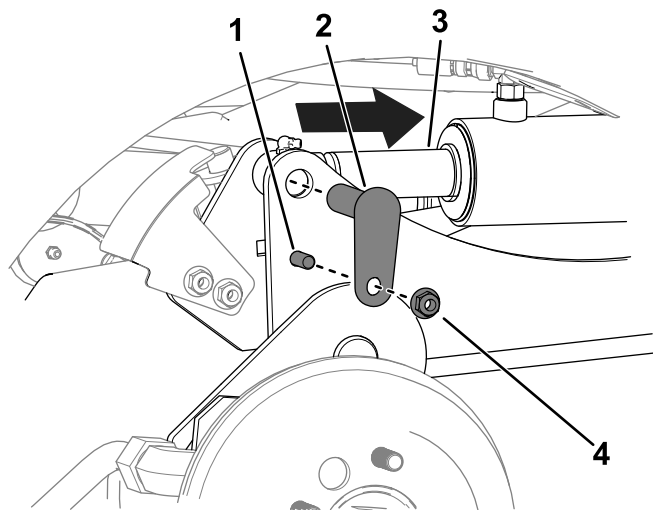

图 11
- C. 使用冲头将油缸杆孔与提升臂孔对齐 图 11。
- D. 用 2 个螺栓 $\frac{3}{8}$ x $1\frac{1}{4}$ 英寸、2 个螺母 $\frac{3}{8}$ 英寸和 2 个小销钉将提升臂固定到油缸上 图 11。